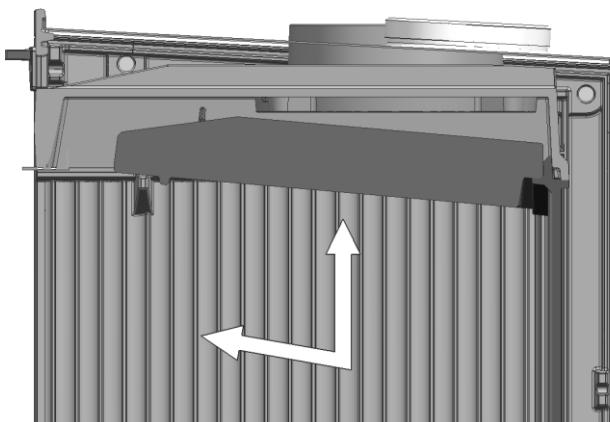
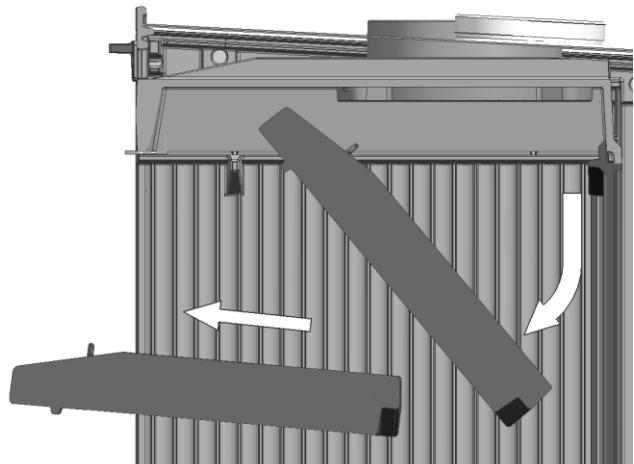

Fig. 1
Fig. 2
1. Togliere la grata svitando le due viti nella parte inferiore (Fig. 1 e Fig. 2).
1 A – Far scivolare la lastra deflettrice in avanti e verso l'alto fino a togliere i perni dalle posizioni laterali del proprio deflettore (Fig. 1).
B – Far scivolare il deflettore verso il basso, lasciando libera la parte (Fig. 2).